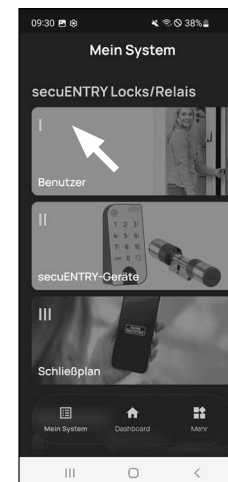

Fig. 1
- 1 Appuyez sur le premier élément du menu « I - Utilisateurs » (Fig. 1).